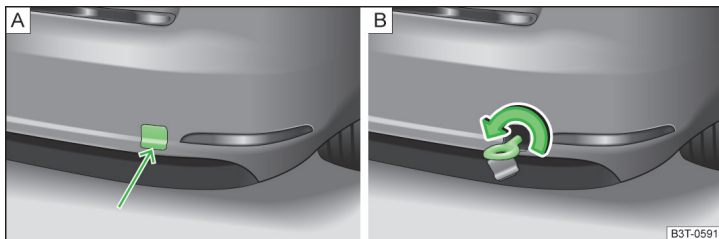

Abb. 189 Ausbau der Abdeckkappe / Einbau der Abschleppöse
- Auf den unteren Bereich der Abdeckkappe im hinteren Stoßfänger drücken » Abb. 189 - A und diese herausnehmen.
- Die Abschleppöse nach links bis zum Anschlag einschrauben » Abb. 189 - B und diese so fest wie möglich anziehen. Für das Festziehen empfehlen wir, z. B. den Radschlüssel, die Abschleppöse eines anderen Fahrzeugs oder einen ähnlichen Gegenstand zu verwenden, der durch die Öse gesteckt werden kann.